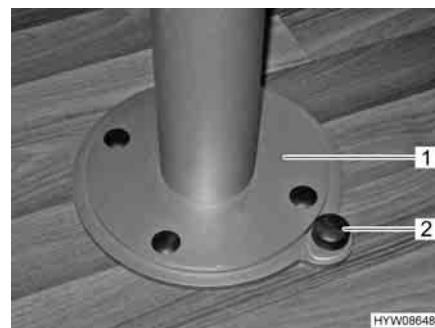

Fig. 80 Piede del tavolo, sbloccaggio del dispositivo di rotazione
- Spingere verso il basso il bottone (Fig. 80,2) del bloccaggio.
- Ruotare il piede del tavolo con il piano del tavolo (Fig. 80,1) nella posizione desiderata.